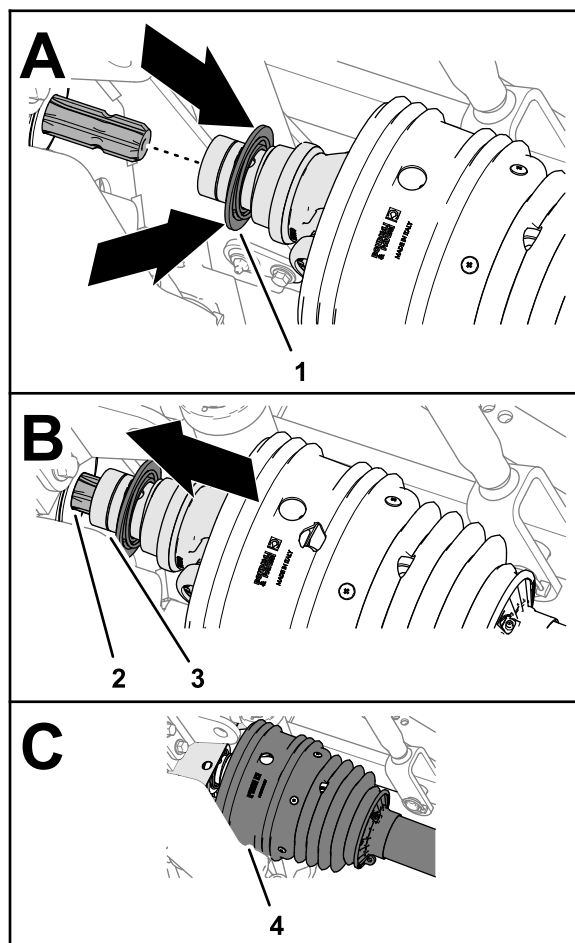

Рисунок 27
3. Оттяните назад запорное кольцо хвостовика карданного вала (Рисунок 27).
4. Оттягивая назад запорное кольцо, нажмите на хвостовик карданного вала вперед и наденьте гнездо хвостовика на шлицы выходного вала механизма отбора мощности (Рисунок 27).
6. Убедитесь, что кожух расположен поверх хвостовика карданного вала (Рисунок 27).